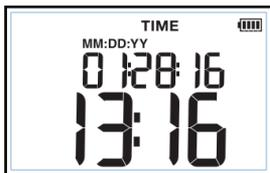

Figura 3. Ajuste de hora
1. Pulse **SETUP** hasta que aparezca **TIME** (HORA) en la pantalla. Consulte la Figura 3.